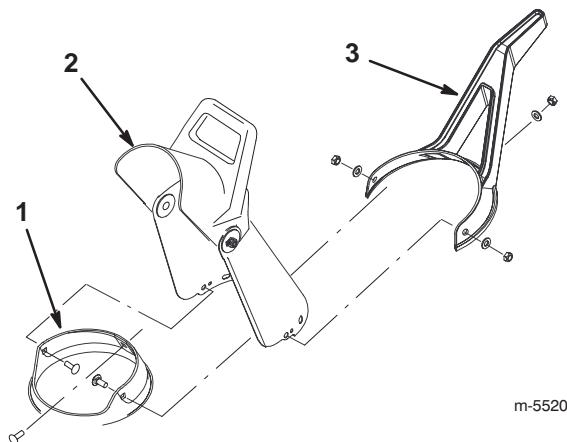

Figure 9
1. Placez l'éjecteur sur la couronne. Alignez le trou arrière de l'éjecteur et le trou au centre de la couronne (Fig. 9).
2. Introduisez une vis par l'intérieur dans le trou central de la couronne de l'éjecteur et dans le trou de l'éjecteur (Fig. 9).
3. Placez la poignée sur l'éjecteur et insérez complètement la vis dans le trou central de la poignée (Fig. 9).